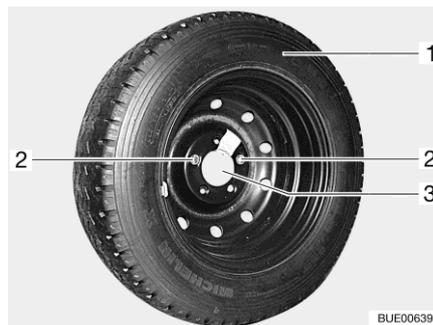

Fig. 310 Soporte para rueda de repuesto en el garaje trasero
- Aflojar los dos tornillos de fijación (Fig. 310,2) con las herramientas de a bordo y extraerlos.
- Retirar la rueda de repuesto (Fig. 310,1) del soporte (Fig. 310,3).